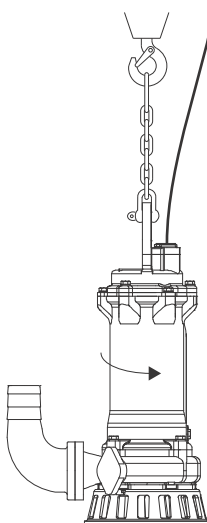

Fig. 9 Comprobación del sentido de giro
2. Arrancar y parar la bomba y observar el movimiento de la bomba (sacudida). Si se ha conectado correctamente, el impulsor girará en el sentido de las agujas del reloj si es visto desde arriba. Consecuentemente, cuando se inició, la bomba intentaría arrancar en sentido contrario. Ver fig. 9.